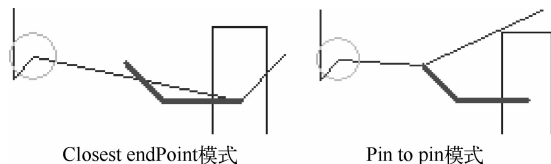

图 10-6 设置飞线点距
- “Ratsnest points”：飞线的点距。在其下拉列表中显示有两个选项，“Closest endpoint（显示 Etch/Pin/Via 最近两点间的距离）”和“Pin to pin（引脚之间最近的距离）”，如图 10-6 所示。